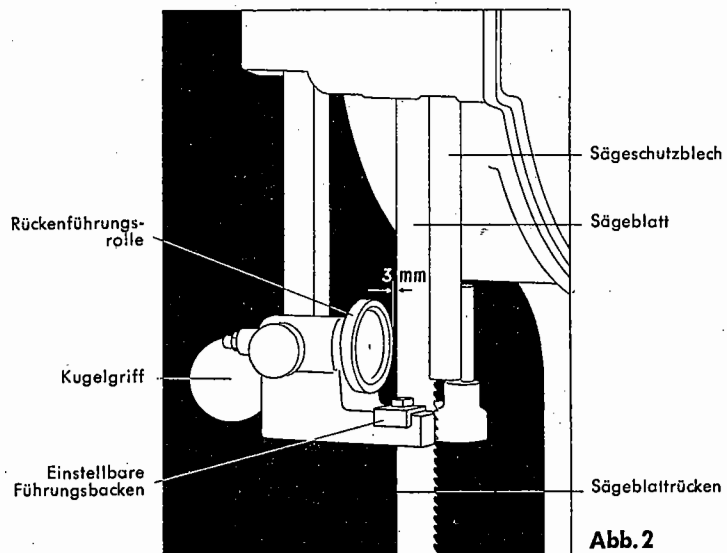

Abb. 2
Fehlt die Garantiekarte oder kommt die Maschine nicht direkt vom Werk, so muß man die Frontplatte mit Schalter abschrauben und nach umseitigem Schaltbild für Drehstrom prüfen, ob die vorhandene Betriebsspannung mit der am Motor eingestellten Spannung übereinstimmt. Der Motor kann an zwei verschiedenen Spannungen, die auf dem Motorleistungsschild angegeben sind, z. B. 220/380 Volt angeschlossen werden. Für Sternschaltung (Betriebsspannung i. B. 380 Volt) sind die Enden x - y - z zu verbinden, wie im Bild 1 gezeichnet, während für Dreieckschaltung (Betriebsspannung i. B. 220 Volt) die Enden u - z, v - x, w - y miteinander verbunden werden, wie im Bild 2 dargestellt.
5. Blattführung und Sägeschutz (Abb. 2)
zum Einführen des Bandsägeblattes umgeklappt werden kann. Die nur bei der festen Tischplatte eingesetzte Führungsplatte dient ebenfalls das Blatt eine gute Führung und dadurch eine längere Lebensdauer erhält. Je eine ebenfalls einstellbare Rückenführungsrolle befindet sich an der verstellbaren Blattführung und unter der Tischplatte. Im Leerlauf soll der Abstand zwischen Rückenführungsrolle und Bandsägeblatttrücken ca. 3 mm betragen (Abb. 2). Das Blatt darf an der Rückenführungsrolle nur gelegentlich bei starkem Sägedruck anlaufen. Die Rückenführungsrollen müssen aber zuverlässig verhindern, daß das Blatt bis zu den ausgesetzten Zähnen in die Führungsbacken gedrückt wird.